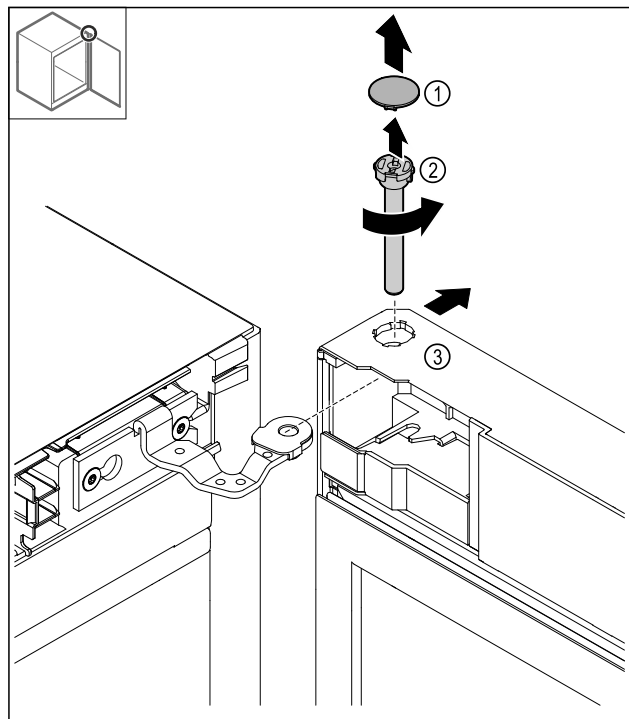

Fig. 19
- Зніміть накладку Fig. 19 (1).
- Відкрутіть палець Fig. 19 (2) проти годинникової стрілки й витягніть його.
- Злегка нахиліть дверцята Fig. 19 (3).